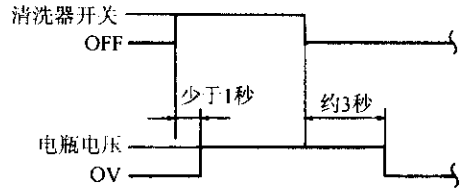

图 9-46 电压变化图
②将伏特表正极 (+) 引线与端子 7 (3) 相连, 负极 (-) 引线与端子 2 (8) 相连。
③按下清洗器开关, 检查图 9-46 电压的变化。